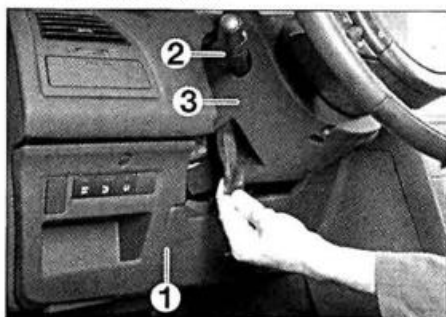

FIG. 1
- Desbloquear la columna y tirar de ella /descenderla al máximo (fig. 1).